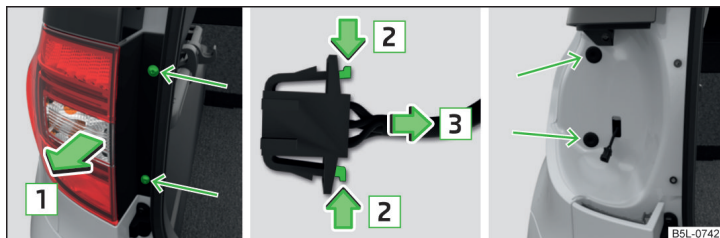

Fig. 193 Desmontar la lámpara / Quitar el conector
- Desenrosque la lámpara » fig. 193 con la llave del equipo de herramientas a bordo » página 203, *Equipo de herramientas a bordo*.
- Agarre la lámpara y extráigala cuidadosamente tirando de ella con sacudidas en el sentido de la flecha **1** » fig. 193.
- Introduzca la lámpara en los alojamientos de la carrocería » fig. 193.
- Atornille la lámpara con los tornillos » fig. 193.